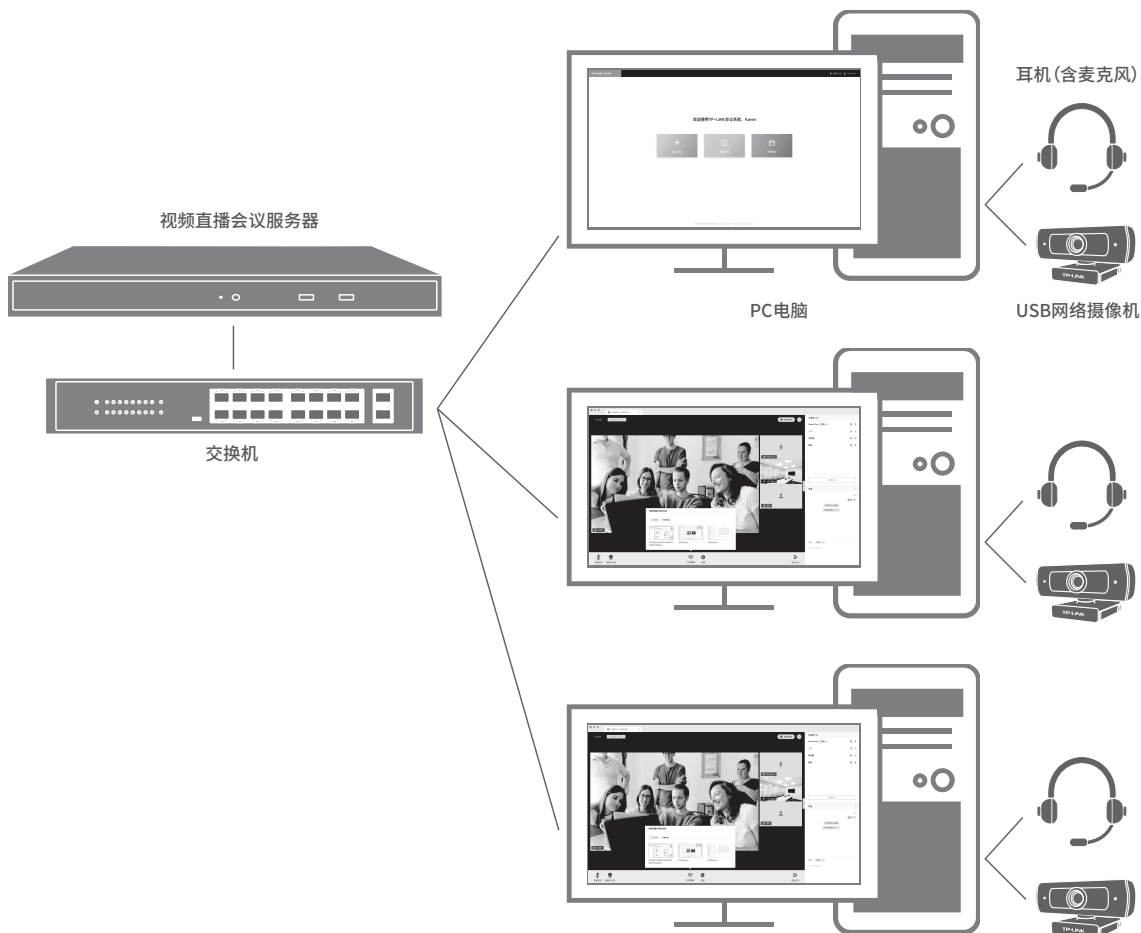

图3-1 设备连接示意图
本机具有视频流媒体转发以及直播会议管理的功能，可参考图3-1连接设备。
1. 确保服务器已正确连接到电源及其它设备，连接方式可参考图3-1;